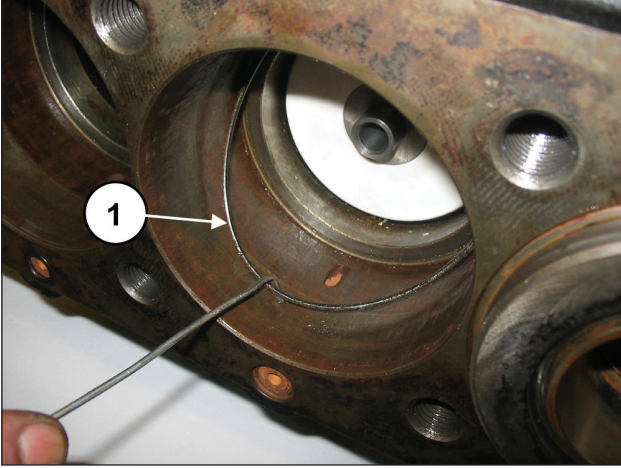

Fig. 125
Déposer le joint torique du fond du support des joints au cas où il serait resté à l'intérieur du carter de pompe (rep. ①, Fig. 125).